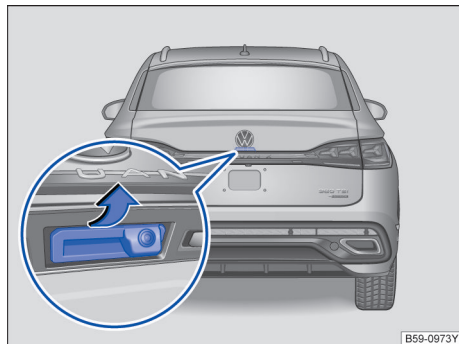

图 60 从车外打开行李厢盖
◀ 钥匙在行李厢盖的有效感应范围内，可以直接通过按压行李厢盖上的按钮打开后盖 → 图 60。
- 向上拉起图示按钮 → 图 60，打开行李厢。
– 操作拉手按钮→图 60。